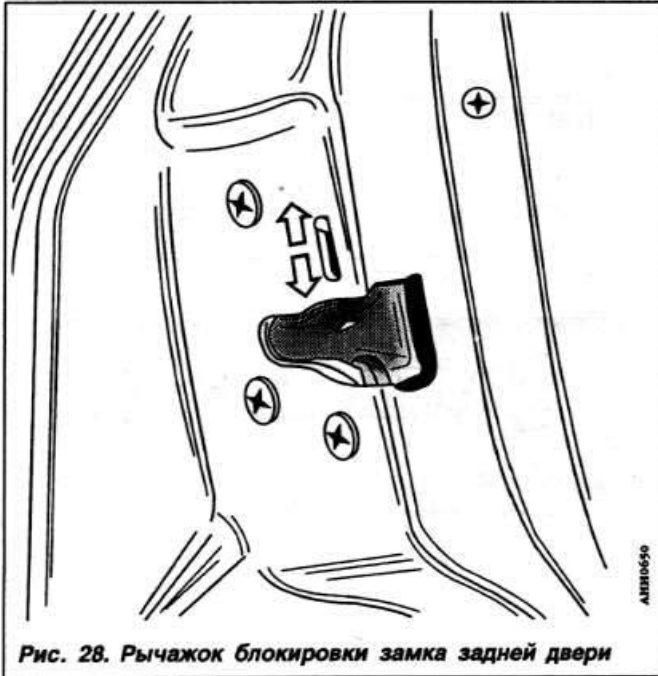

Рис. 28. Рычажок блокировки замка задней двери
**Запирание дверей.** Снаружи замки передних дверей отпираются и запираются ключом, а изнутри — нажатием вперед на рычажок, расположенный над внутренней ручкой двери (рис. 28).